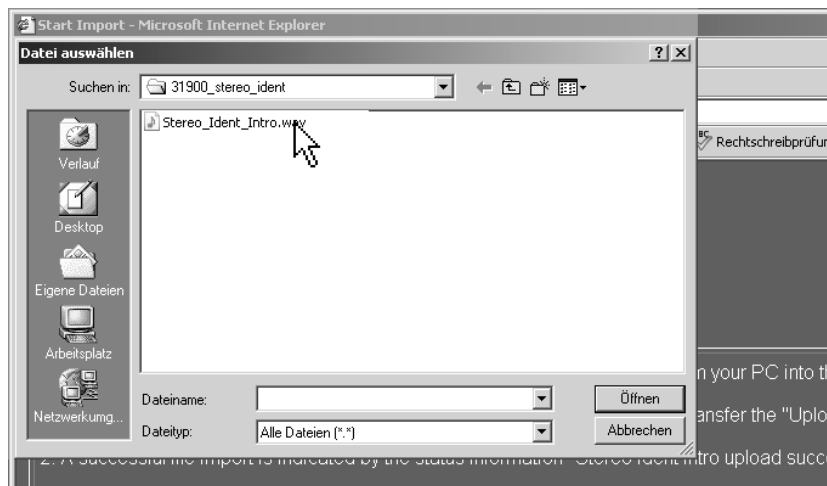

Bild 8-35: Dialog zum Auswählen der Intro-Datei (z. B. „Stereo_Ident_Intro.wav“)
4. Wählen Sie über den jetzt angezeigten „Datei auswählen“-Dialog das Verzeichnis (z. B.: „C:\31900_stereo_ident“) aus, in dem Sie die Intro-Datei, z. B. „Stereo_Ident_Intro.wav“ abgelegt haben. Klicken Sie Ihre Datei an und klicken Sie anschließend auf „Öffnen“ (siehe Bild 8-35).